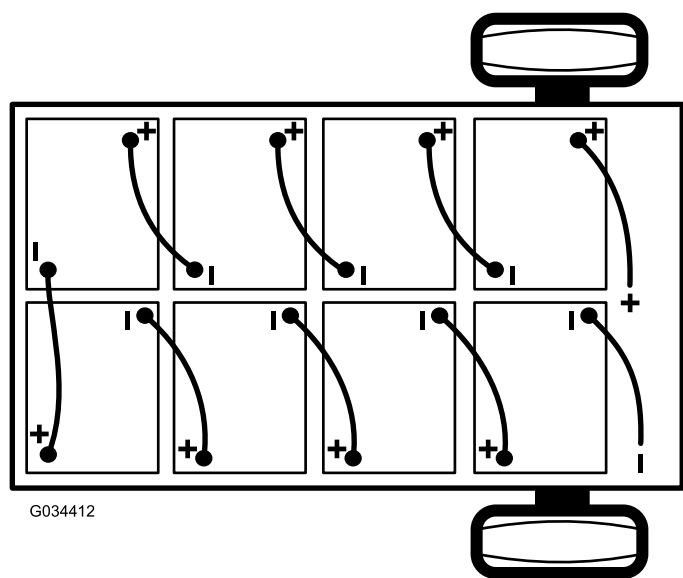

Рисунок 42
2. Отсоедините главный отрицательный кабель аккумулятора (черный), который соединяет блок аккумуляторов с точкой заземления автомобиля (Рисунок 42).
3. Отсоедините главный положительный кабель аккумулятора (красный), который соединяет блок аккумуляторов с главным контактом автомобиля (Рисунок 42).
Примечание: При установке аккумуляторов обращайте внимание на их полярность (Рисунок 42).
- Соедините аккумуляторы между собой, как показано на Рисунок 42, с помощью промежуточных соединительных кабелей, снятых при выполнении пункта 1.
- Подсоедините главный положительный кабель аккумулятора (красный) между блоком аккумуляторов и автомобилем (Рисунок 42).
- Подсоедините главный отрицательный кабель аккумулятора (черный) между блоком аккумуляторов и автомобилем (Рисунок 42).